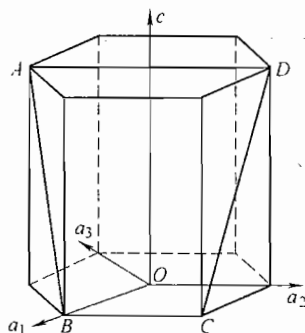

图 43-1 第二题第 2 小题图
2. (4 分) 写出图 43-1 所示六方晶胞内 $ABCD$ 晶面的密勒-布拉菲晶面指数, 以及 \overrightarrow{AB} 、 \overrightarrow{BC} 、 \overrightarrow{CD} 晶向的密勒-布拉菲晶向指数。